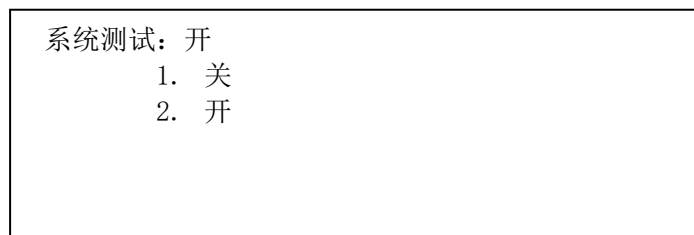

图5-26
- ② 按‘1’进入用户登录界面，输入二级密码。
③ 按“确认”键进入系统测试界面。（图5-26）。